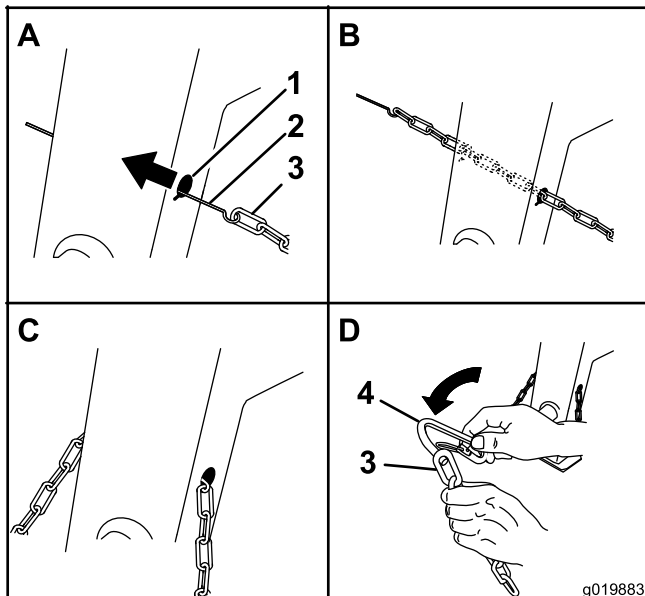
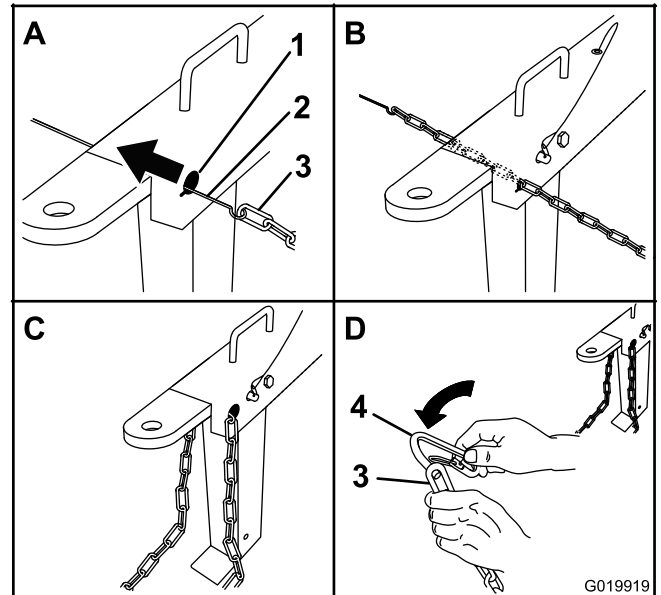

Figura 8
Figura 9
1. Forme un gancho en el extremo de un trozo de varilla flexible o alambre (no incluido) e introdúzcalo a través de ambos orificios en forma de bocallave de la pata delantera de la máquina (Figura 8).
2. Enganche la cadena de seguridad en la varilla o el alambre (Figura 8).
3. Tire de la varilla o del alambre con la cadena a través de ambos orificios en forma de bocallave (Figura 8).
1. Forme un gancho en el extremo de un trozo de varilla flexible o alambre (no incluido) e introdúzcalo a través de ambos orificios en forma de bocallave de la lengüeta de la máquina (Figura 9).
2. Enganche la cadena de seguridad en la varilla o el alambre (Figura 9).
3. Tire de la varilla o del alambre con la cadena a través de ambos orificios en forma de bocallave (Figura 9).
1. Alinee el conector con el último eslabón de un extremo de la cadena de seguridad (Figura 8 y Figura 9).
2. Pase el conector por el eslabón de la cadena hasta que se cierre (Figura 8 y Figura 9).